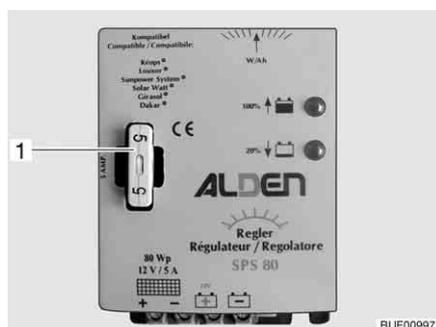

Fig. 166 Fusible régulateur de panneau solaire
- Changer le fusible (Fig. 166,1).